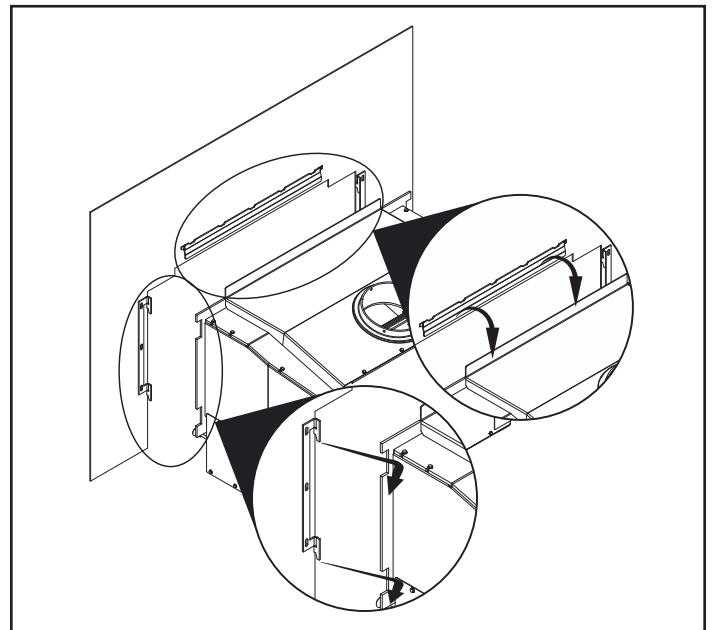

Figure 20.3
4. Soulevez l'enceinte vers l'avant de l'appareil (**Figure 20.3**).
2. Soulevez l'assemblage d'enceinte vers l'avant de l'appareil (**Figure 20.3** à la page 20).